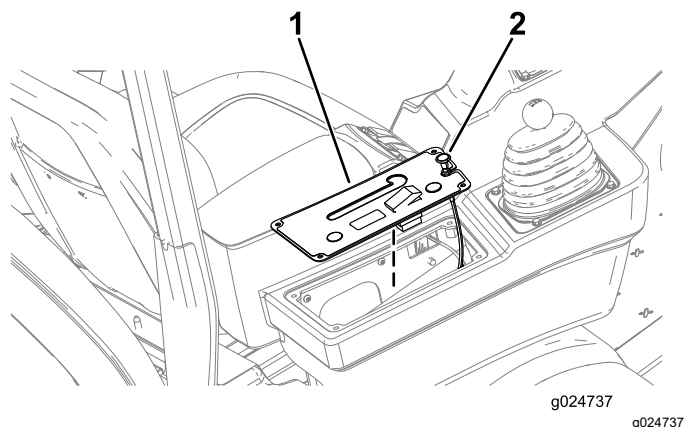

Figura 14
3. Eleve a cobertura do painel de controlo e a alavanca do ar (Figura 14).